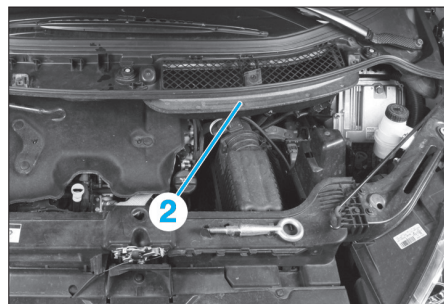

Fig. 17
- Déposer le boîtier du filtre à air d'habitacle (2) (Fig.17).